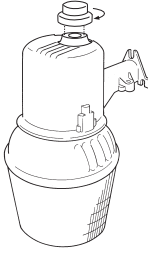

Fig. 5
Paso 3: Empuje el sensor dentro del receptáculo y gírelo hacia la derecha 1/4 de vuelta para que quede asegurado (Fig. 5).